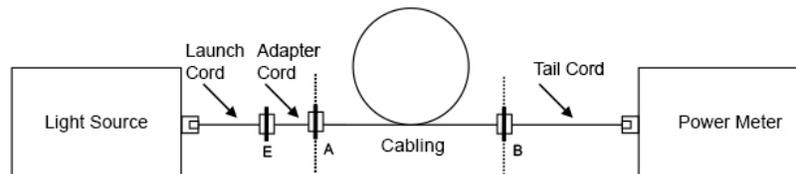

図 6b. ケース 2 の減衰測定（ケーブル両端にソケット付き）
- c. ケース 2 では、アダプター・コードがランチ・コードの一部となります（図 6b 参照）。